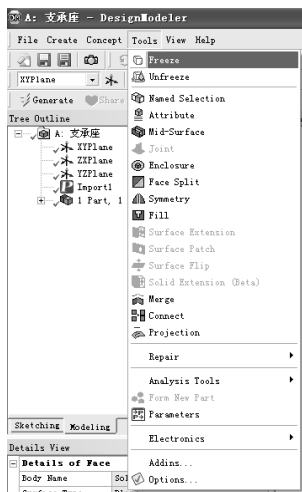

图 5-127 选择 Freeze
Step3：选择 Tools Freeze 命令，如图 5-127 所示。